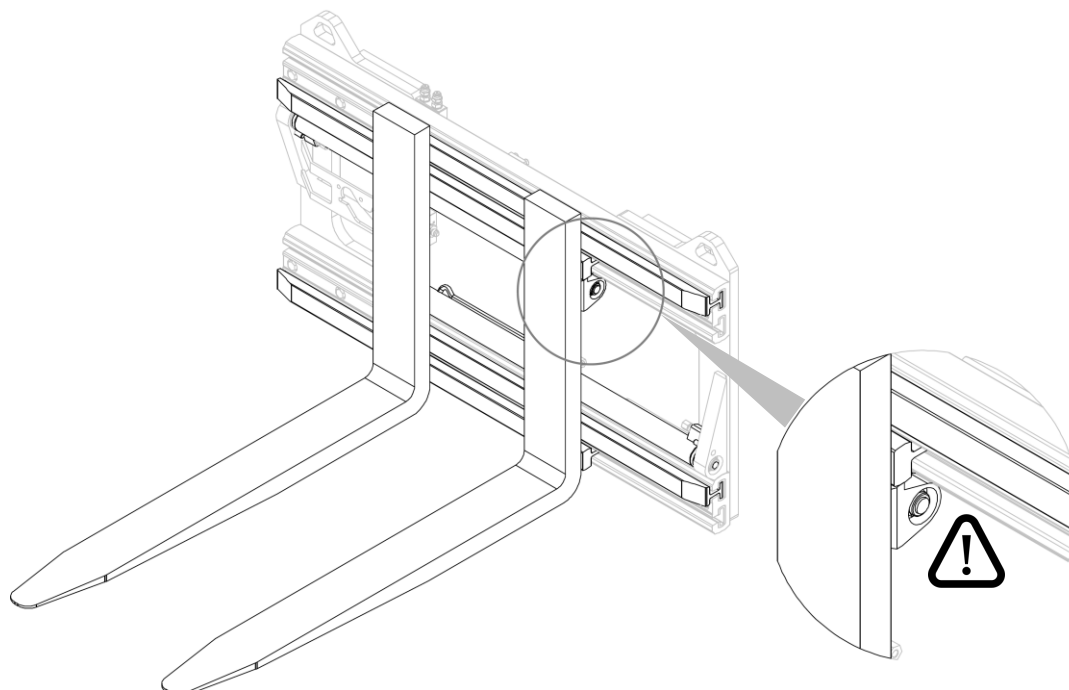

Figura 14
3. Verificare il corretto bloccaggio delle forcelle (vedi *Figura 14*).